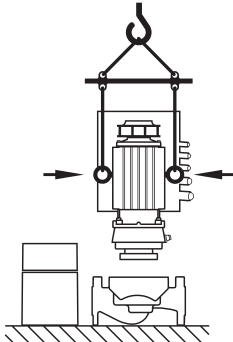

Fig.25: Транспортировка съёмного блока
- Транспортировочные проушины, перенесенные с фланца электродвигателя на корпус электродвигателя, разрешается использовать только для перемещения/транспортировки съёмного блока (рис. 25), но не всего насоса. Использование проушин для отделения съёмного блока от корпуса насоса запрещено (следить за демонтажем и последующим монтажом проставок).